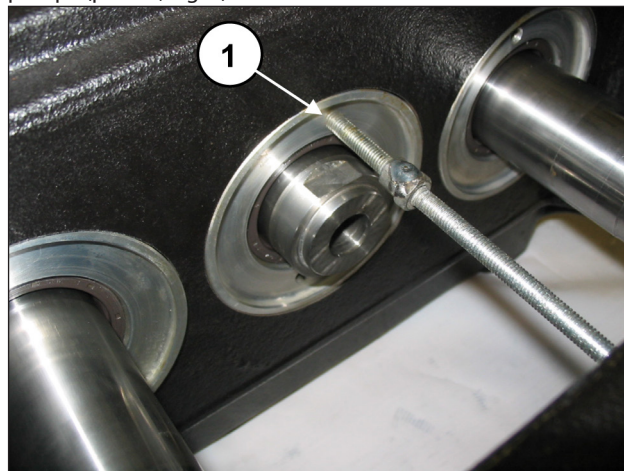
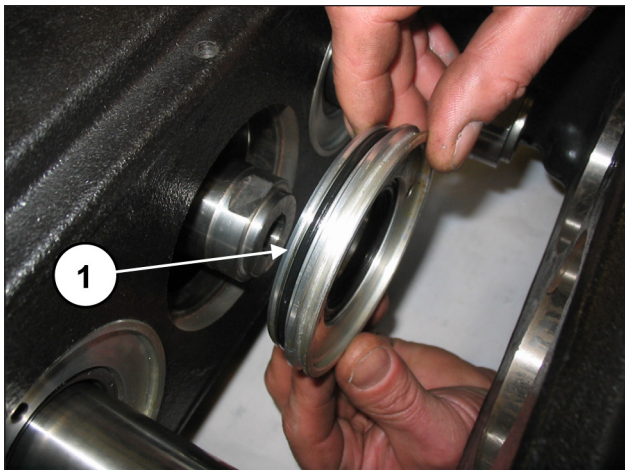

Fig. 4
Fig. 5
Estrarre i coperchi paraolio avvitando una barra filettata o una vite M6 con funzione di estrattore negli appositi fori sul coperchio (pos. ①, Fig. 4) ed estrarre i coperchi dal gruppo pompa (pos. ①, Fig. 5).